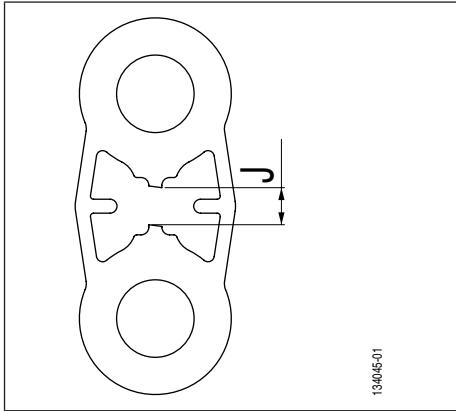
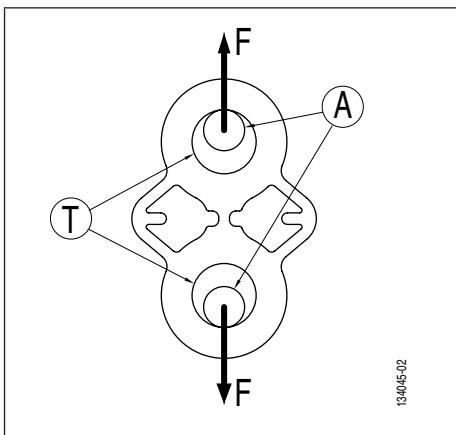
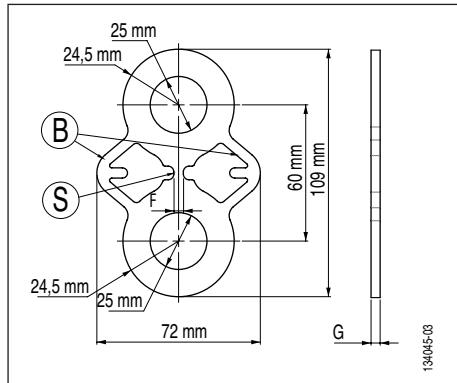

Fig. 1
Fig. 2
Fig. 3
La carga de prueba es alcanzada por la rotura de la sección central de la placa (Fig. 3, página 37, ítem S). Un par de brazos de retención (Fig. 3, página 37, ítem B) permite garantizar el mantenimiento de la línea de puesta en carga después de la rotura de la sección indicadora 'S'.
Se ha desarrollado una gama completa de las placas de prueba TA con el fin de probar en tracción los puntos de anclaje. Los agujeros de enganche (Fig. 2, ítem T) de las placas están diseñados para recibir grilletes lira de alta resistencia. Las diferentes referencias de placas de prueba TA son realizadas en acero inoxidable del mismo grado para garantizar la rotura de la sección (Fig. 3, página 37, ítem S) con una precisión de +/- 10% con respecto a la carga de rotura CR indicada en la placa (capítulo 11. *Marcas*). Los brazos de retención (Fig. 3, página 37, ítem B) están dimensionados para garantizar una resistencia mecánica de por lo menos la carga de rotura CR indicada en la placa.
- Puesta en carga de la placa TA (Fig. 2).
- A la carga de rotura CR indicada en la placa (capítulo 11. *Marcas*) rotura de la sección S (Fig. 3, página 37, ítem S).
- Alargamiento de la placa y aparición de un juego 'J' entre las dos semipartes alta y baja de la placa de prueba TA (Fig. 1, juego J).
! PELIGRO: Si el operador vuelve a cargar la placa después de la rotura de la sección 'S', hay riesgo de rotura de los brazos de retención (Fig. 3, página 37, ítem B) y caída del aparato de puesta en carga. El juego 'J' máximo (Fig. 1, juego J) no debe rebasar 15 mm.